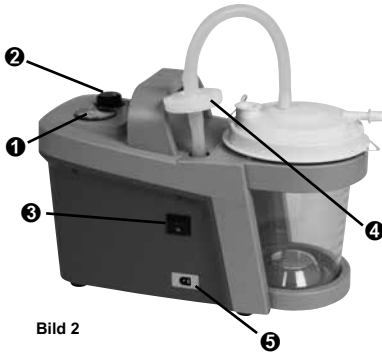
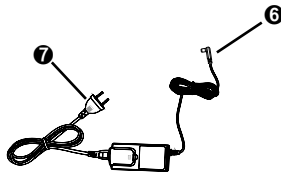
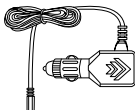

Bild 2
Bild 3
Bild 3a
Niederspannungskabel des Netzteils (Bild 3, ❷) an den Geräte-Niederspannungsanschluss des Gerätes anschließen (Bild 2, ❺). Netzstecker des Netzteils (Bild 3, ❸) in die Steckdose einstecken.
Geräte-Niederspannungsanschluss (Bild 2, ❺) mit der Zigarettenanzünder-Buchse des Fahrzeuges verbinden. Hierfür das spezielle KFZ-Anschlusskabel benutzen (Bild 3a).